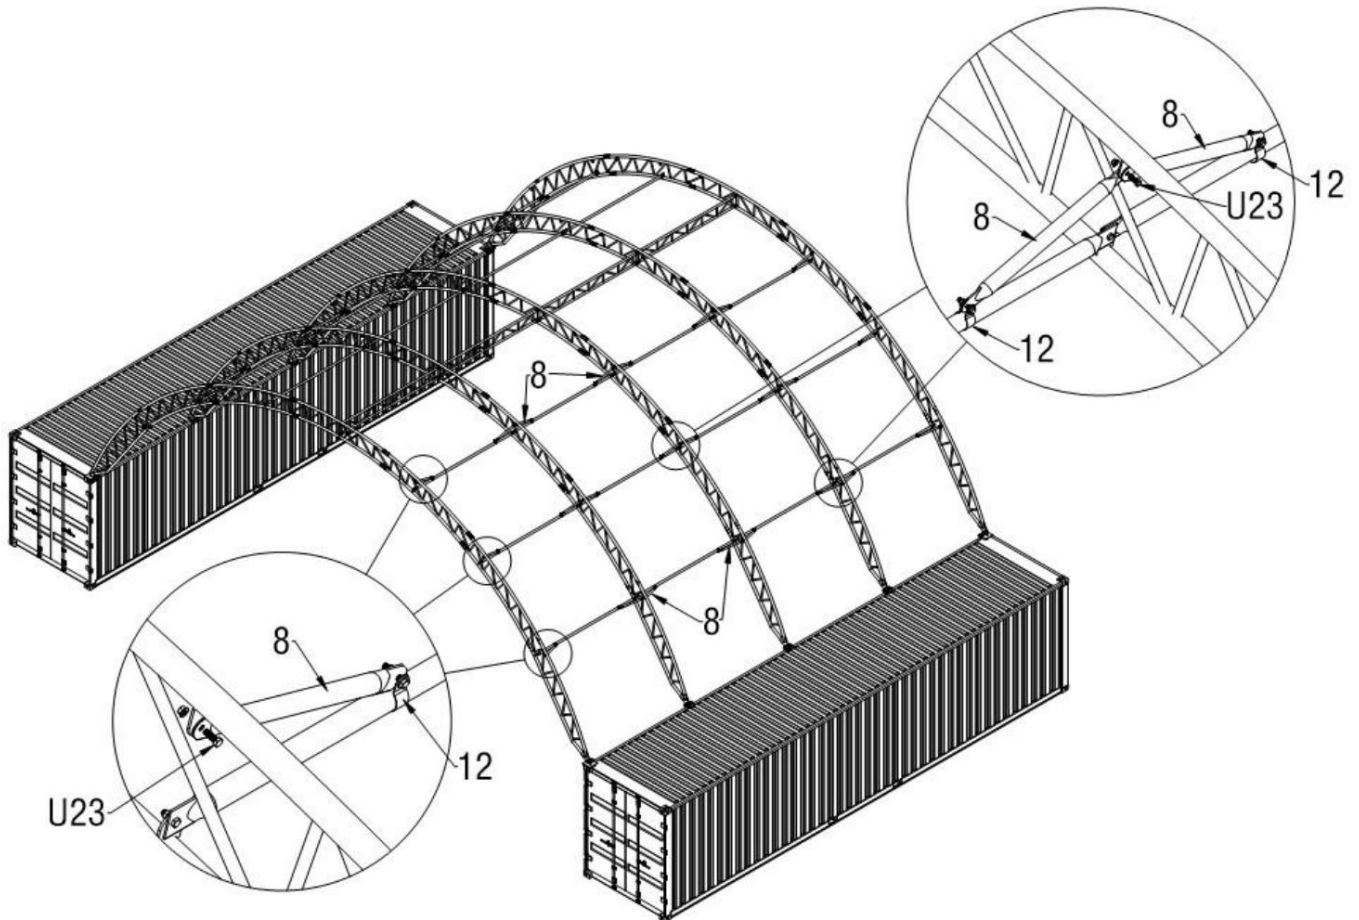

Figure 9 2.6.
2.5. Connectez le tube de support diagonal pour panne (pièce n° 8) à l'arc et à la panne (pièce n° 7) par boulon M10x30mm (pièce n° U23) et clips (pièce n° 12) comme le montre la figure 9 ci-dessous.